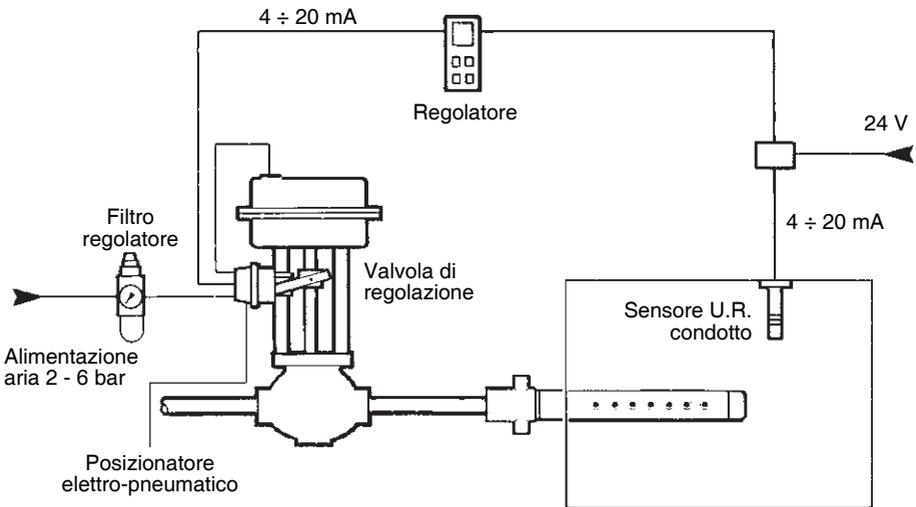

Fig. 16 - Sistema tipico di regolazione con valvola pneumatica e posizionatore
- 3.10.4 La fig. 16 mostra un sistema di controllo tipico che prevede un regolatore elettronico di umidità ed un posizionatore elettro-pneumatico per l'attuazione della valvola di controllo.